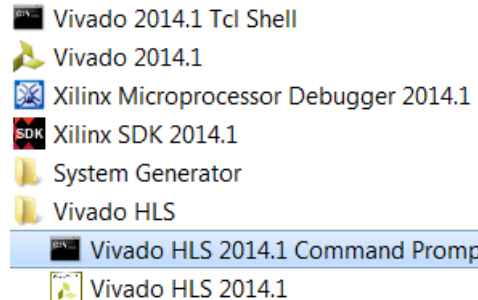

Figure 32: Vivado HLS Command Prompt
- a. On Windows use **Start > All Programs > Xilinx Design Tools > Vivado 2014.1 > Vivado HLS > Vivado HLS 2014.1 Command Prompt** (Figure 32).